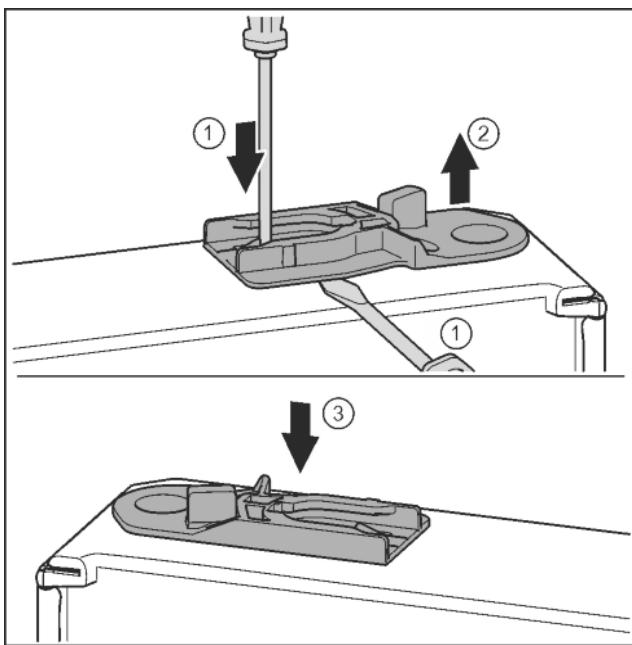

Fig. 35
- Vytáhněte vodicí pouzdro: Stiskněte jazýček šroubovákom a současně plochým šroubovákom zajedte pod vodicí pouzdro. Fig. 35 (1, 2)
- Vodicí pouzdro přiložené v příslušenství zasuňte na druhé straně pláště. Fig. 35 (3)